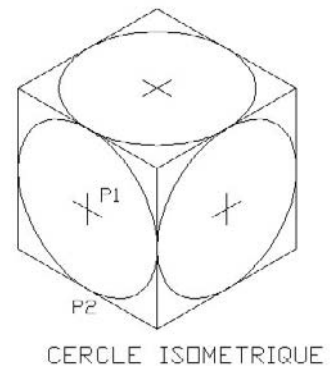

Fig.14.2
- 5 Spécifier le rayon du cercle : P2 ou entrer une valeur (fig.14.2).